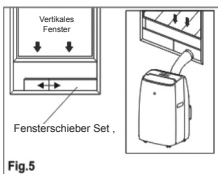

Fig.5
6. Befestigen Sie den Schlauchausgang am Fensterschiebersatz und dichten Sie ab. (Abb. 5 & 6)).
(Abb. 5)